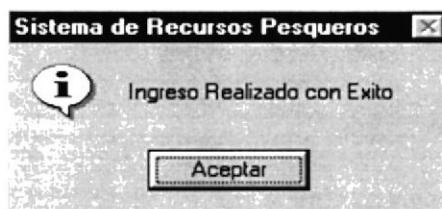

Figura 9.45 Mensaje de Ingreso
2. Si se guarda una presentación nueva se mostrará el siguiente mensaje (ver figura 9.45)